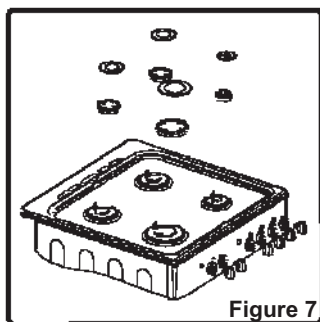

Figure 7
- Retirez le chapeau de brûleur et le brûleur supérieur (Figure 7).